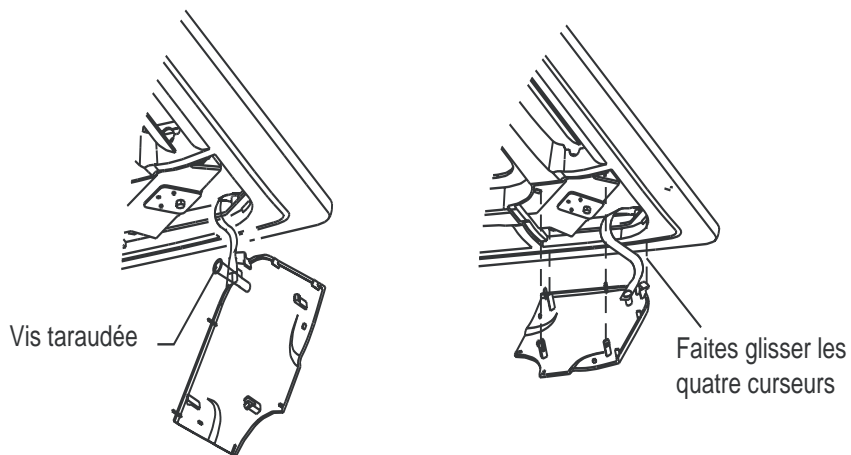

Fig.28
1. Attachez la corde du cache-angle sur la vis du cache-angle. (fig.28)
2. Appuyez légèrement sur le couvercle dans le panneau. (fig.28)